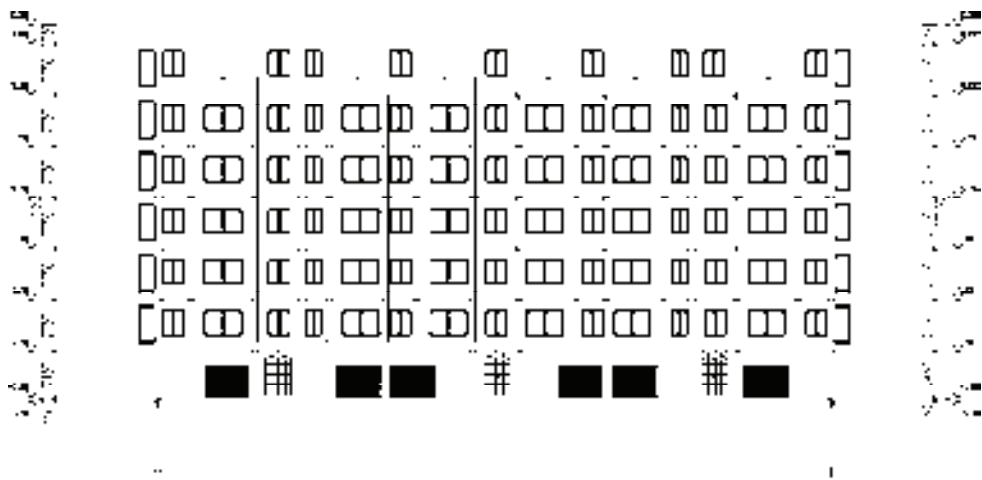

图 14-125 生成立面图
3) 单击“生成立面”按钮，在弹出的“输入要生成的文件”对话框中设置立面图的名称和保存路径，单击“保存”按钮即可生成立面图，结果如图 14-125 所示。